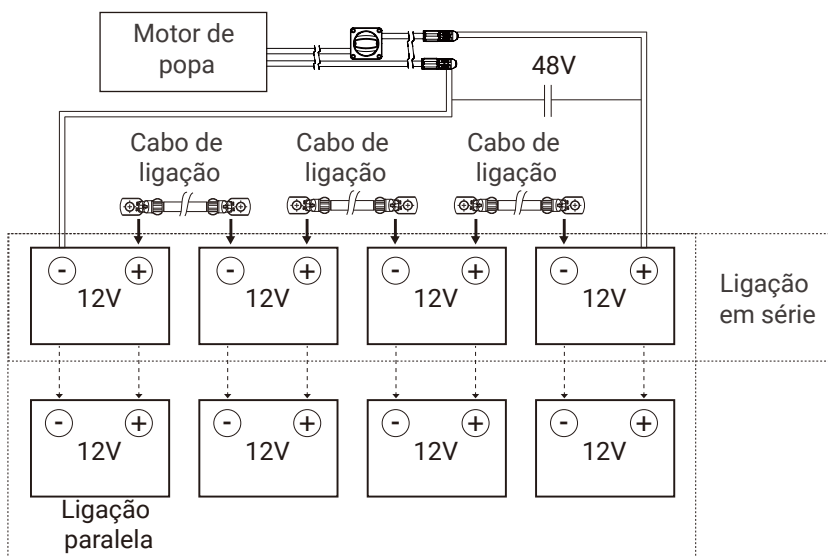

Figura 4-3
Ao ligar quatro baterias de 12V em série para fazer um conjunto de baterias de 48V para fornecer energia para o NAVY 6.0 Evo(2024), utilize cabos de ligação para ligar as baterias em série (Figura 4-3). Certifique-se de ligar o cabo do interruptor principal ao terminal positivo da bateria e o outro cabo ao terminal negativo da bateria.
- ⚠ Nunca inverta a polaridade. Por favor, preste mais atenção ao ligar as baterias em série e/ou em configuração paralela. Verifique sempre duas vezes, consultando a Figura 4-3.